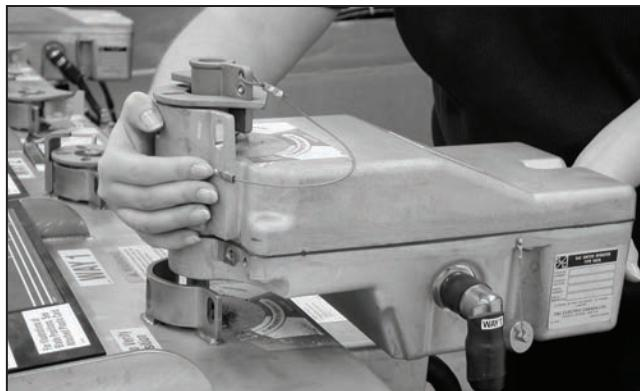

Figura 124. Coloque el moto-operador sobre el eje de operación del equipo.
- PASO 1.** Conecte el moto-operador al equipo. Coloque el moto-operador sobre el eje de operación del equipo. Ver Figura 124.